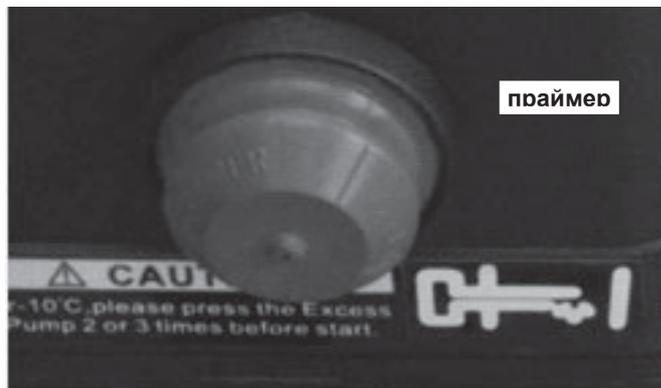

Рис.33 Праймер
4. Нажмите на праймер подкачки топлива три раза. При запуске теплого двигателя праймер нажимать не надо (Рис.33).